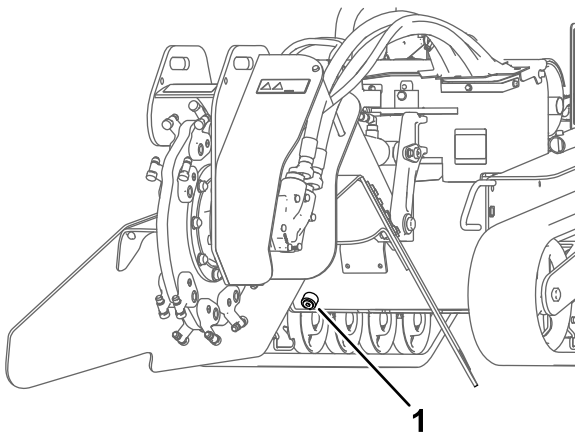

Figura 59
7. Retire o tampão de escoamento do depósito hidráulico e deixe o fluido escorrer para o recipiente (Figura 59).